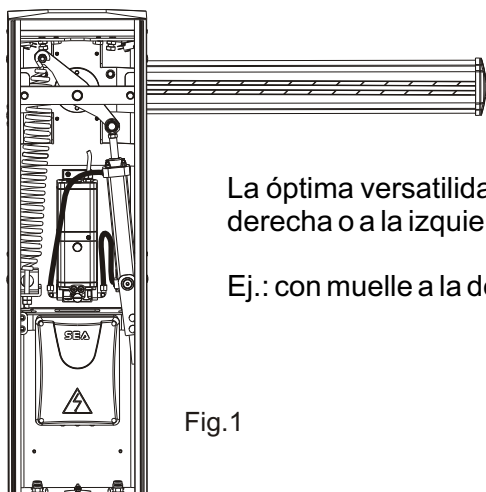

Fig.1
N.B.: El actuador se suministra de serie como en Fig.1 (con cierre a derecha).
Barrera con cierre a derecha (Fig. 1)